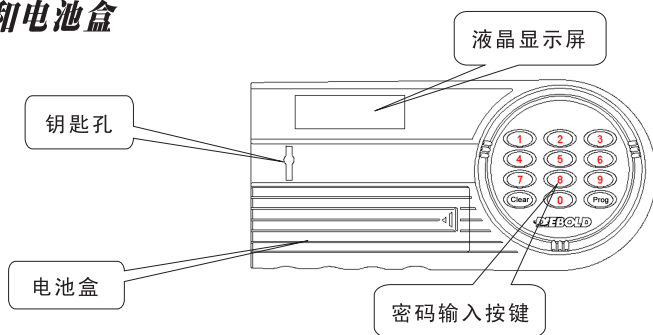

图4 面板
- ☐ 按照第4页图3所示，先将超控钥匙插入图4所示的钥匙孔，顺时针  旋转 $40^{\circ} \sim 50^{\circ}$ ，然后逆时针  转至原位后拔出。再将主钥匙插入该钥匙孔，顺时针  旋转到位。最后，顺时针  转动执手，将门打开。
- ☐ Insert the override key into the keyhole (Figure 4, P.4), turn it clockwise for $45^{\circ} \sim 50^{\circ}$, then return it counterclockwise to its reference position and remove it. Now insert the lock key into the keyhole, turn it clockwise to the end followed by turning the handle clockwise to open the door.
1. 请将保险柜的主钥匙插入面板上的钥匙孔（请注意钥匙的方向，见图3和图4）；
请将保险柜的主钥匙插入面板上的钥匙孔（注意钥匙的方向，见图3和图4）；
1. 将主钥匙插入面板上的钥匙孔（注意钥匙的方向，见图3和图4）；
1. 插入超控钥匙并顺时针转动到位（约转动45度~50度），再逆时针返回并拔出超控钥匙（见图3和图4）；